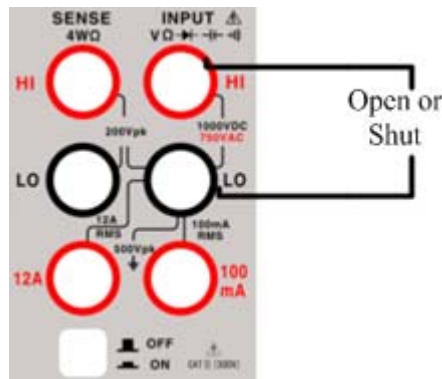

图 2.6.4 通断测量端子连接
- 2、按图 2.6.4 所示，将红色和黑色测试引线连接到各自的输入端子。